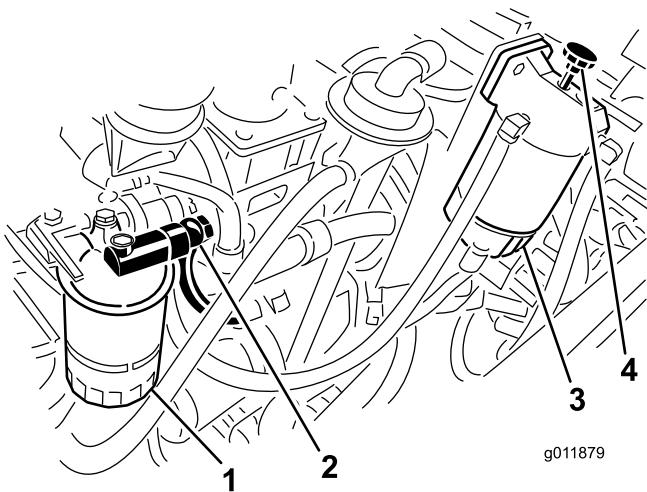

Figura 66
6. Accione la bomba de cebado del separador de agua hasta que detecte un chorro continuo de combustible en el acoplamiento (Figura 66).
5. Afloje el acoplamiento de la carcasa del filtro de combustible (Figura 66).